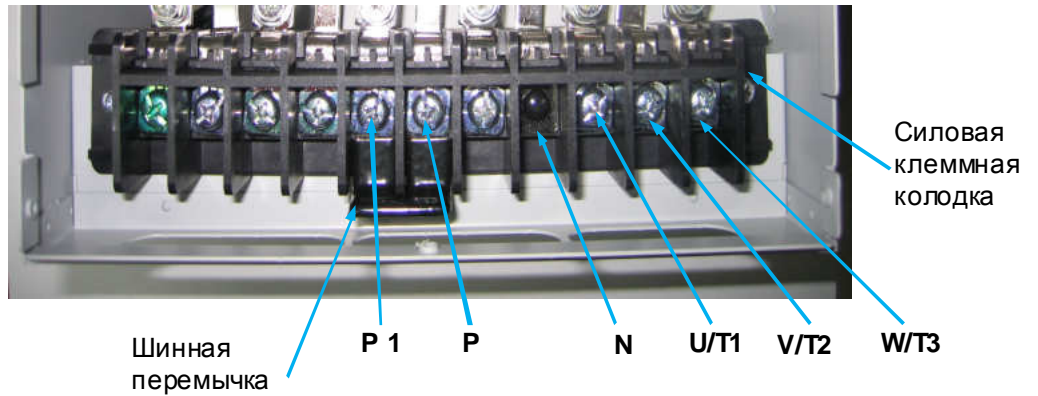

Рис.4.13
Диагностика заключается в “прозвонке” клемм **U/T1**, **V/T2**, **W/T3** силовой клеммной колодки с терминалами «+» и «-» звена постоянного тока. Терминал «+» связан с клеммами **P** и **P1** силовой клеммной колодки (рис.4.13). Терминал «-» связан с клеммой **N** силовой клеммной колодки (рис.4.13).
- 4.12.18.1. Проверить наличие шинной перемычки между клеммами **P** и **P1** силовой клеммной колодки (рис.4.13), убедиться в том, что клеммы затянуты.